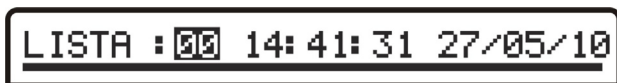

Figura 7.- Registro con datos.
- 3.- Pulse **SEL**  [2] o **CONFIG**  [4] para entrar en la pantalla (ver figura 7).